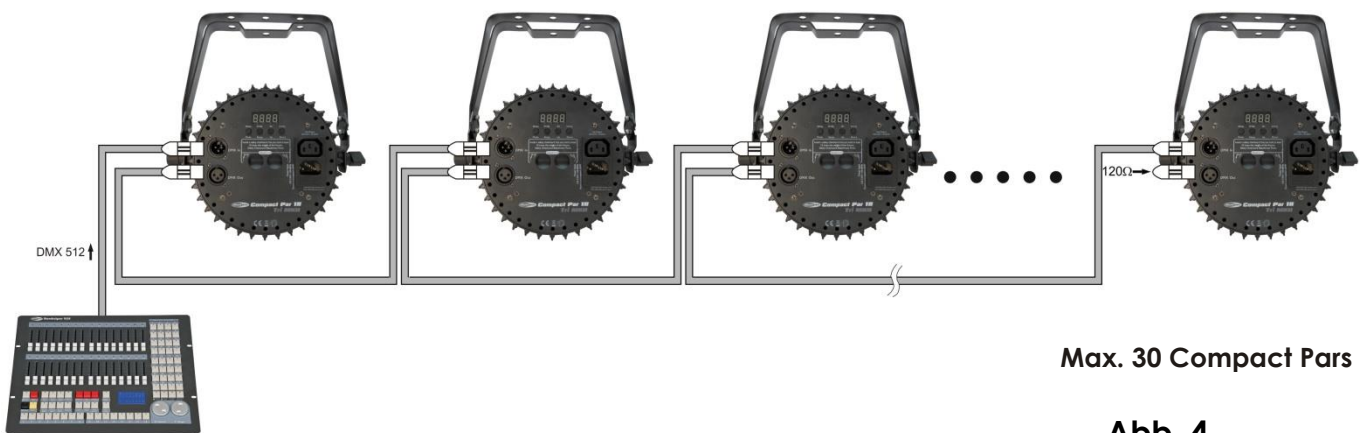

Abb. 4
4. Verbinden Sie die Geräte so wie in (Abb. 4) gezeigt. Verwenden Sie ein DMX-Datenkabel, um die DMX-„OUT“-Buchse des ersten Geräts mit der „IN“-Buchse des zweiten Geräts zu verbinden. Wiederholen Sie diesen Vorgang, um das zweite, dritte und vierte Gerät ebenfalls zu verbinden.